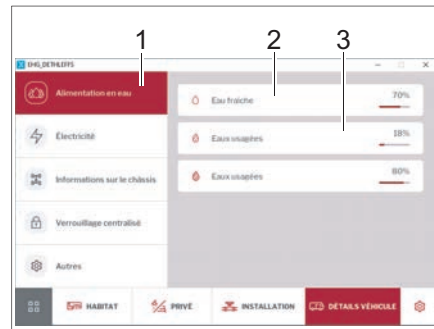

Fig. 264 Alimentation en eau
- Appuyer sur la touche *Alimentation en eau* (Fig. 264,1). Les niveaux de remplissage du module d'eau fraîche (Fig. 264,2) et du réservoir d'eaux usées (Fig. 264,3) sont affichés en %.